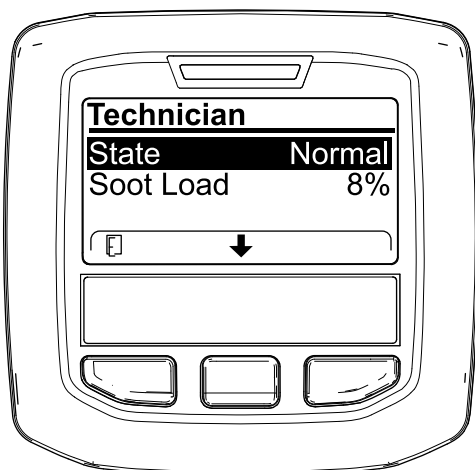

Рисунок 56
- Используйте рабочую таблицу по фильтру DPF, чтобы понять текущее состояние работы DPF (Рисунок 56).